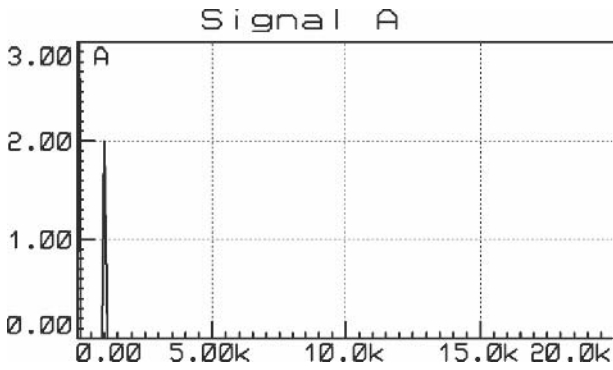

Figure 2.24.
**Tentatoo** – C'est mieux ainsi, car ce n'est vraiment pas plus compliqué que cela. Parlez-moi maintenant des représentations spectrales de nos signaux, reportés sur les **figures 2.24 à 2.27**.